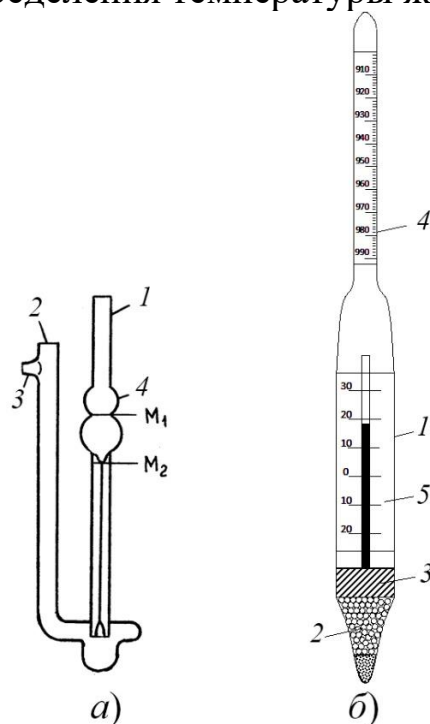

Рисунок 1.3. - Приборы для измерения: а) вискозиметр стеклянный капиллярный типа ВПЖ-2; б) ареометр типа АОН
- 1) Наборы капиллярных стеклянных вискозиметров типа ВПЖ-2 (рис. 1.3, а). Внутренний диаметр капилляра: 0,99 мм и 0,73 мм.
- 1) Набор денсиметров типа АОН (ареометры общего назначения) по ГОСТ 18481-81 с ценой деления  $20 \div 0,5 \text{ кг/м}^3$  (рис. 1.3, б).
- 1) К концу трубки 1 лабораторного вискозиметра (рис. 1.3, а) присоединить резиновую трубку с грушей (или другим устройством) для создания разрежения.
- 2) Пропустить жидкость через прибор для получения смазывающего слоя на внутренней поверхности прибора, т.о. чтобы жидкость поднялась выше уровня  $M_1$  (рис. 1.3, а).